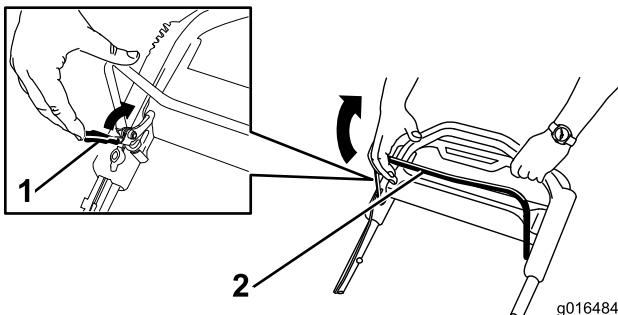

Рисунок 23
- Потяните фиксатор штанги управления ножом в сторону штанги (Рисунок 23).
- Медленно потяните штангу управления ножом обратно к рукоятке (Рисунок 23).